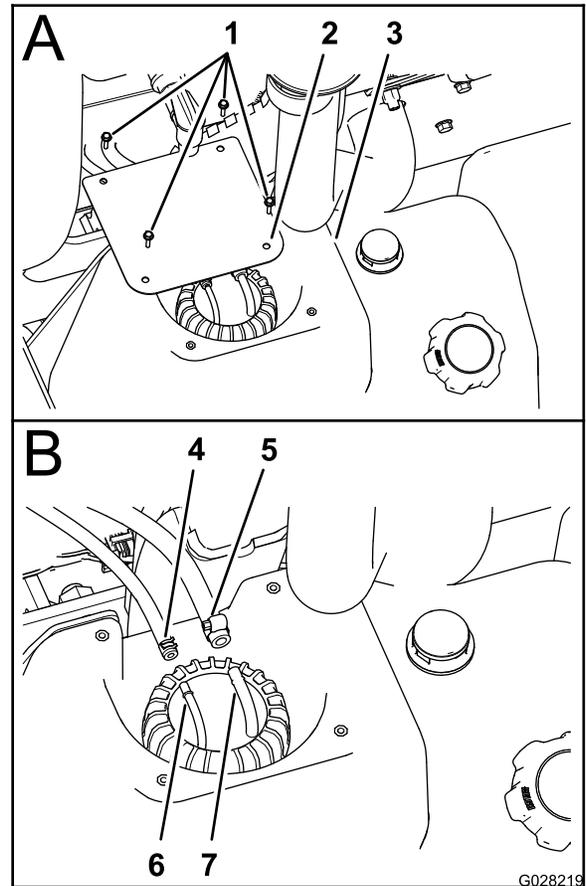

图76
- 卸下将护罩固定至油箱顶部的 4 个螺丝（#10 x 3/4 英寸），然后取下护罩（图76）。
- 松开将 2 根燃油软管固定至立针管组件顶部 2 个软管接头的夹具（图76）。
- 从软管接头上断开 2 根软管，将软管中的燃油全部排放到经认可的燃油容器中（图76）。
4. 将 6.4mm 燃油软管安装到 6.4mm 软管接头上，并使用软管夹将软管固定到接头上（图76）。
5. 将 8mm 燃油软管安装到 8mm 软管接头上，并使用软管夹将软管固定到接头上（图76）。